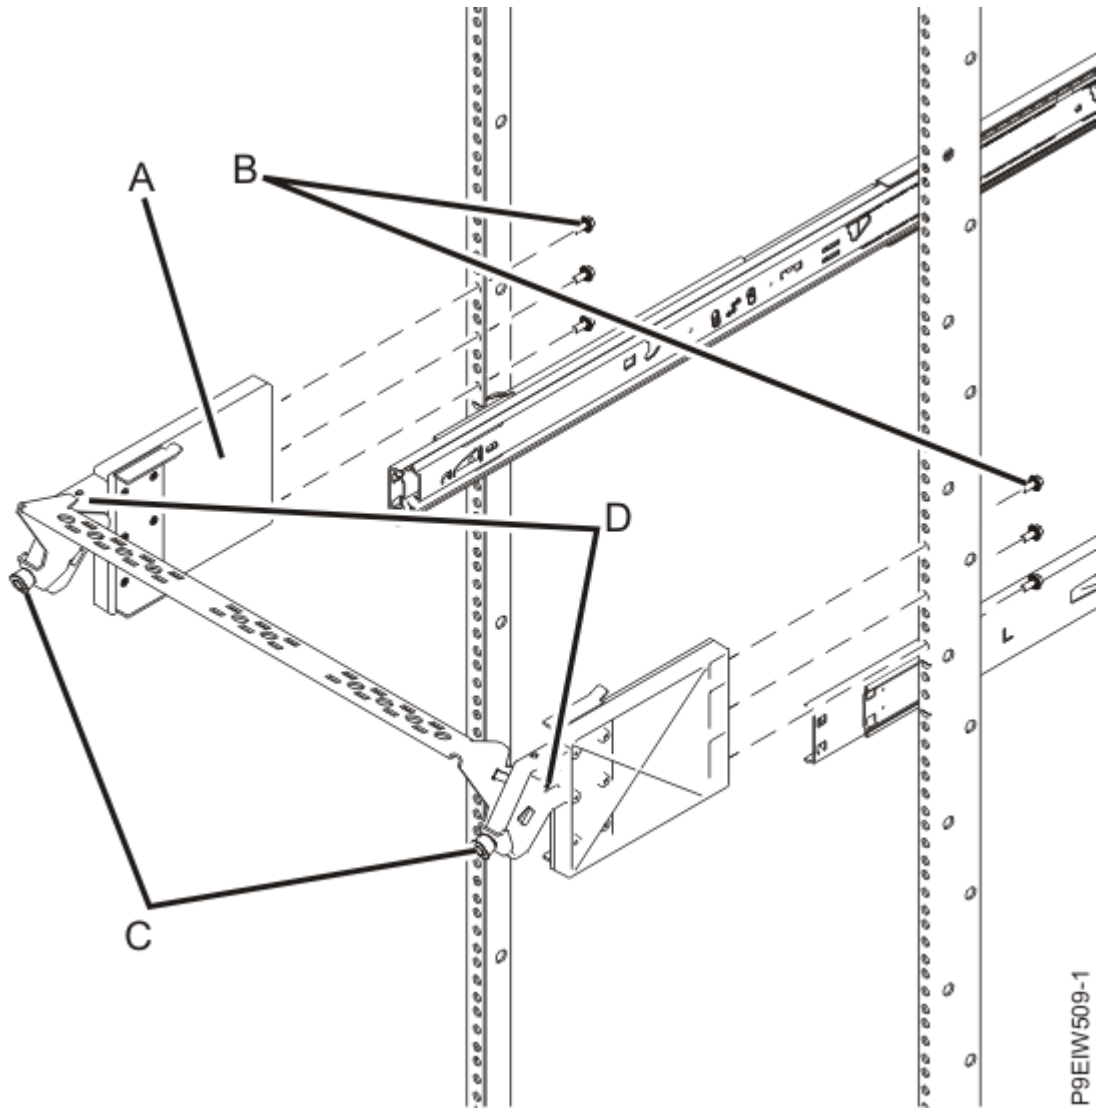

Abbildung 1. Kabelführungshalterung am Rack anbringen
3. Montieren Sie die Kabelführungshalterung, indem Sie die Kabelführungsschiene mit zwei M3-Schrauben (**D**) an den Kabelführungshalterungen anbringen (siehe Abbildung 1 auf Seite 7).
- b. Installieren Sie von der Innenseite des Racks drei Schrauben (**B**) durch die Rackflansche in der Kabelführungshalterung (**A**) (siehe Abbildung 1 auf Seite 7).
5. Passen Sie die Kabelführungshalterung anforderungsgemäß an, indem Sie an den Rändelschrauben (**C**) ziehen und die Halterung neigen (siehe Abbildung 1 auf Seite 7).